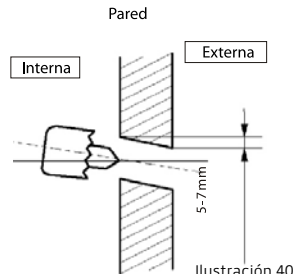

Ilustración 40
- 2.1. Decidir la posición de las perforaciones de acuerdo a los diagramas anteriores. Realizar una (1) perforación de 65 mm. que se incline levemente hacia el lado exterior. Ilustración 40